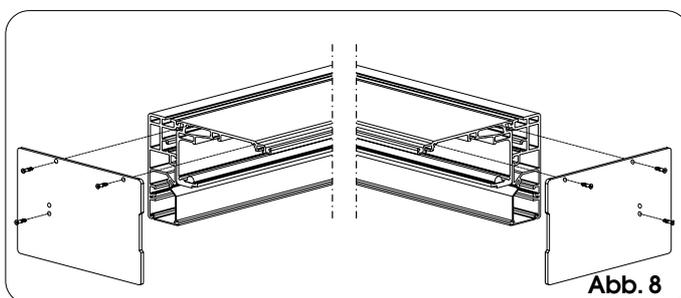
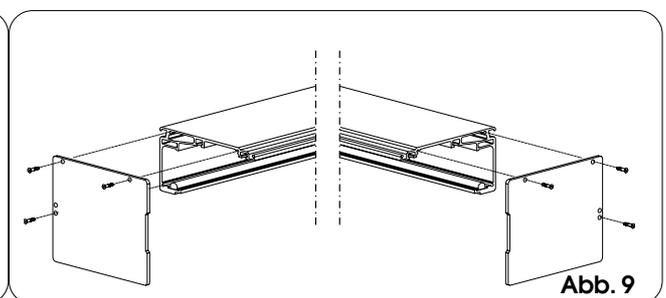

Abb. 8
Abb. 9
• Die Seitenteile sind gemäß Abb. 8 und Abb. 9 anzubringen.